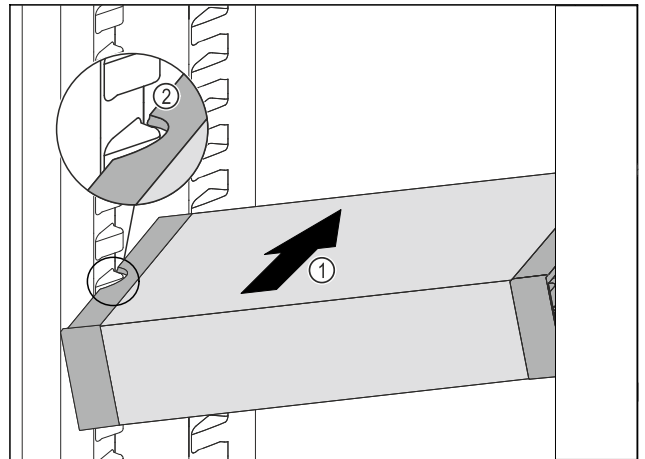

Fig. 99
- ▶ VarioSafe zasúvajte šikmo do chladničky Fig. 99 (1), kým sa bočné vybranía Fig. 99 (2) VarioSafe nebudú nachádzať vo výške rebra nádoby v chladničke.